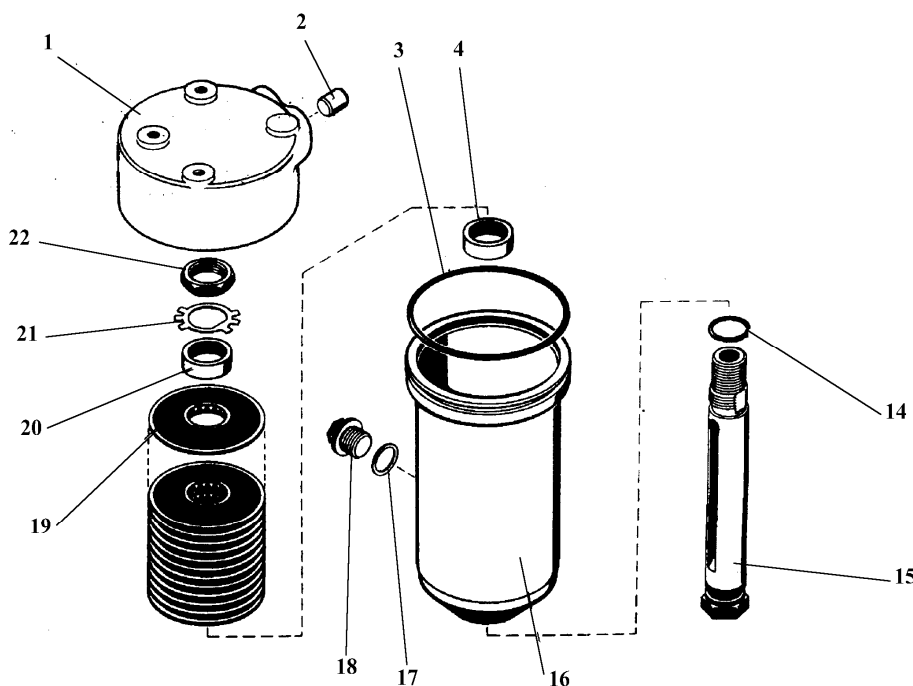

Рис. 59 Фильтр коробки передач
- а) отвернуть пробку 18 (рис. 59) фильтра и слить масло;